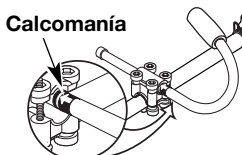

Fig. 2
5. Deslice la manija en J hacia dentro o hacia fuera hasta que la flecha o línea blanca de la calcomanía toque el ensamble de abrazaderas (Fig. 2).